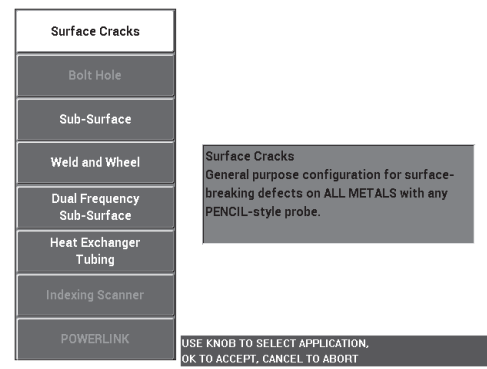

図 5-89 表面欠陥用アプリケーション
2. 設定メニューキー () を一度押し、続いて**アプリ選択** (A キー) を選択してアプリケーション選択メニューを開きます。ノブを回して**表面欠陥**を選択し、 を押してそれを適用します (193 ページの図 5-89 を参照)。